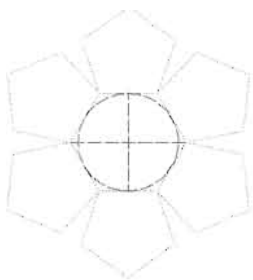

图 6-14
(1) 打开配套光盘中的“操作示例 6-4.dwg”文件, 如图 6-14 所示。
(2) 在命令行中执行 Celtscale 命令, 命令行相关提示如下: